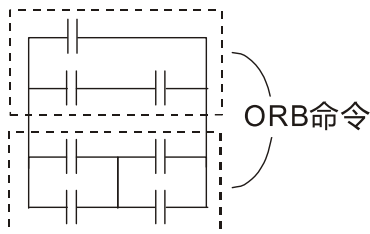

图 16-35
**ORB 命令**：一区块与一装置或与一区块并接的组合。如下图 16-35 所示：